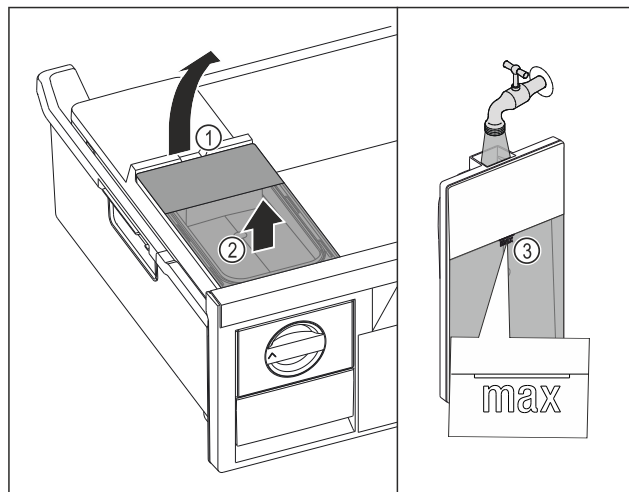

Fig. 124
- ▶ Watertank aan de uitsparing Fig. 124 (1) optillen.
- ▶ Watertank naar boven toe verwijderen. Fig. 124 (2)
- ▶ Watertank tot de markering Fig. 124 (3) vullen met drinkwater.